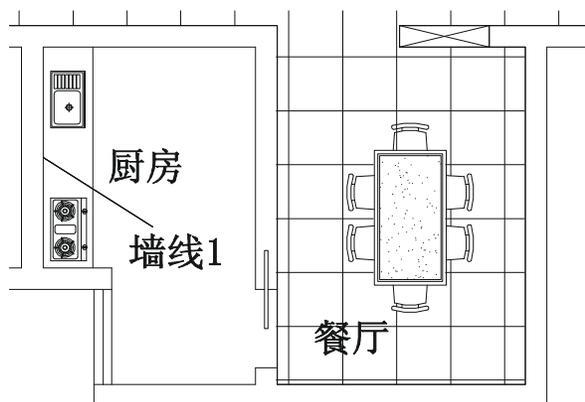

图 6-1-35
**STEP 04** 参照前面燃具的放置，将洗面盆旋转  $90^\circ$ ，并使用移动命令 MOVE 将其放在厨房的适当位置，如图 6-1-35 所示。
// 单击如图 6-1-35 所示的墙线 1